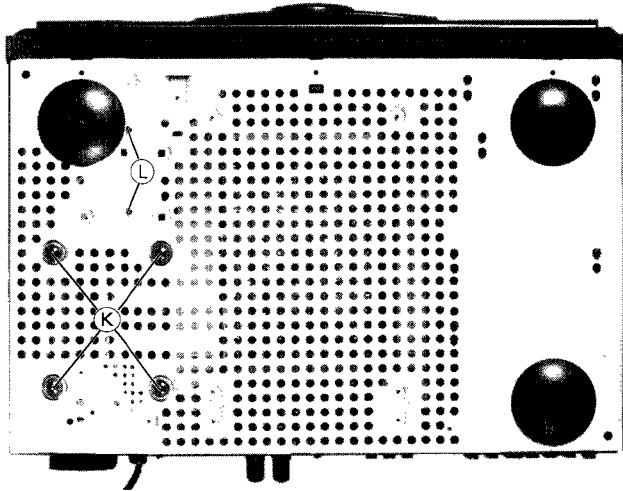

Fig. 7
- 4 Schrauben ② heraus-schrauben (Fig. 7).
- Undo 4 screws ② (Fig. 7).
- 2 Schrauben ③ heraus-schrauben (Fig. 7).
- Undo 2 screws ③ (Fig. 7).